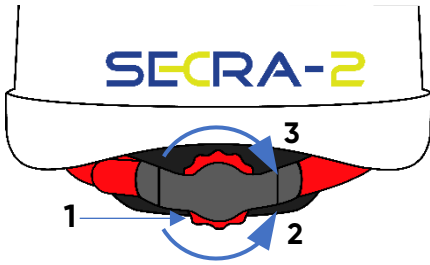

Fig. 1
L'elmetto possiede una regolazione graduale della circonferenza della testa ogni 3 mm, da 53 cm a 63 cm. Dopo aver indossato l'elmetto, bisogna adattarlo alla circonferenza della testa ruotando la manopola del regolatore (1) situato sulla parte posteriore dell'elmetto (Fig. 1). Ruotando verso sinistra (2) la fascia si allenta, e ruotando verso destra (3) la fascia del regolatore si stringe.